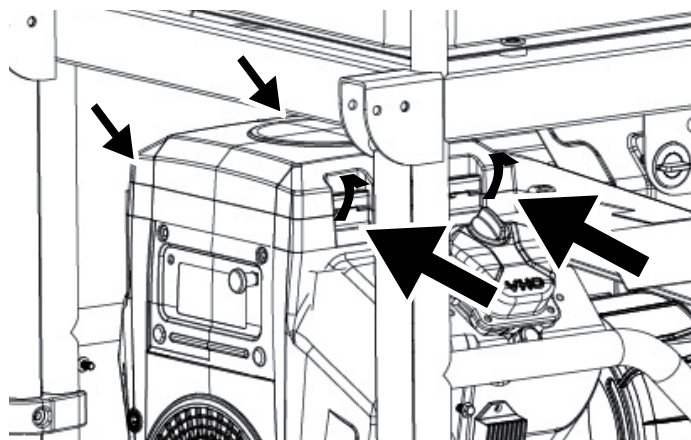

Figure 17 - Déclipser le couvercle du filtre à air
3. Localisez le couvercle du filtre à air sur le moteur. Déclippez les 4 clips situés sur les côtés du couvercle du filtre à air (Figure 17).